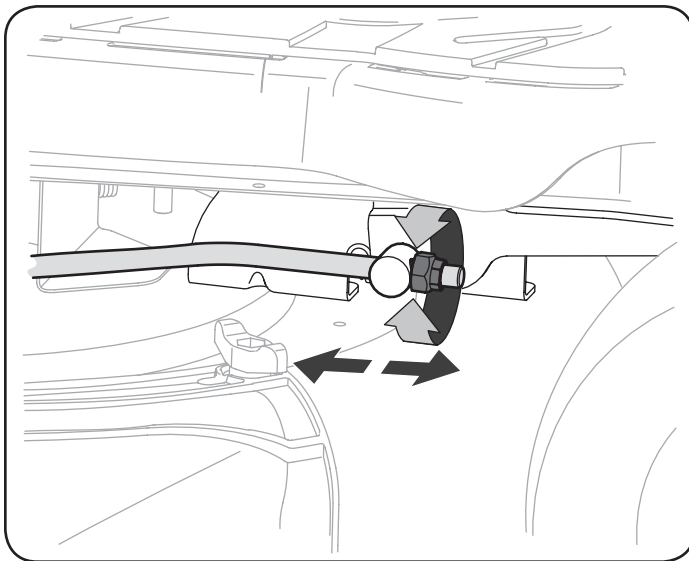

Figura 41
- Con el tractor estacionado sobre una superficie firme y nivelada, ubique la palanca de elevación de la plataforma en la posición media (3) y rote la cuchilla de manera que quede alineada con el frente y la parte posterior del tractor.
- Ubique la tuerca de seguridad con brida en el extremo frontal de la varilla de elevación de la PTO. Vea la Figura 41.